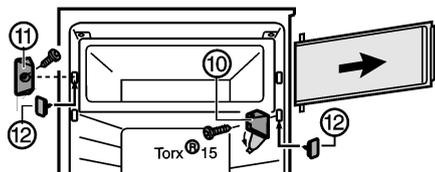

Fig. 6*
- ▶ Ouvrir le cache du support d'appui Fig. 6 (10)*
- ▶ Dévisser le support d'appui Fig. 6 (10) avec la porte du compartiment.*
- ▶ Dévisser l'élément de fermeture Fig. 6 (11)*
- ▶ Boucher les trous à l'aide du cache Fig. 6 (12) fourni.*